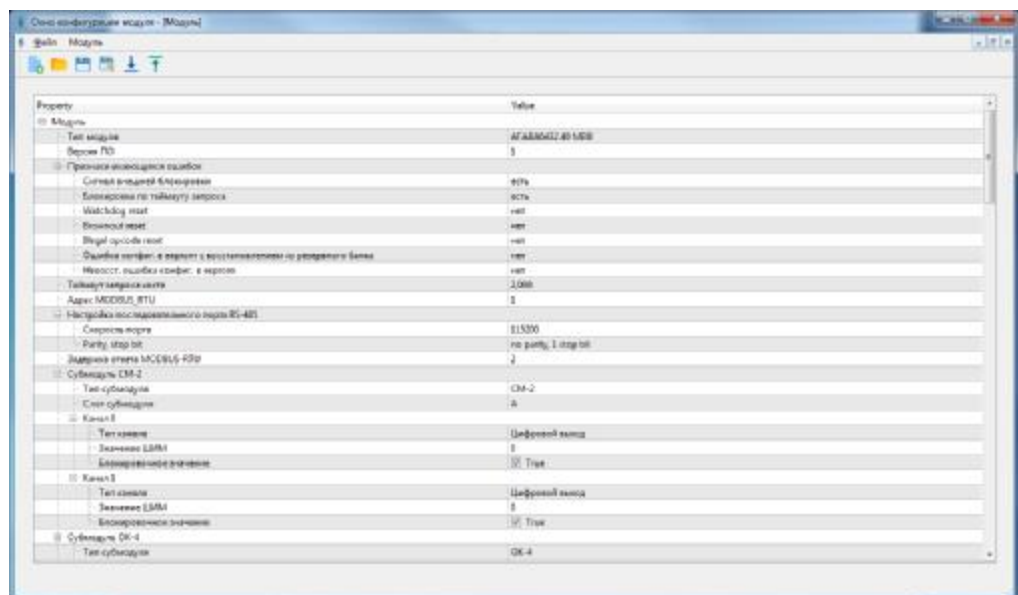

Рисунок 6-2
- 4) выбрать строчку с найденным модулем из таблицы и нажать кнопку «Конфигурирование модуля» (см. Рисунок 6-2);